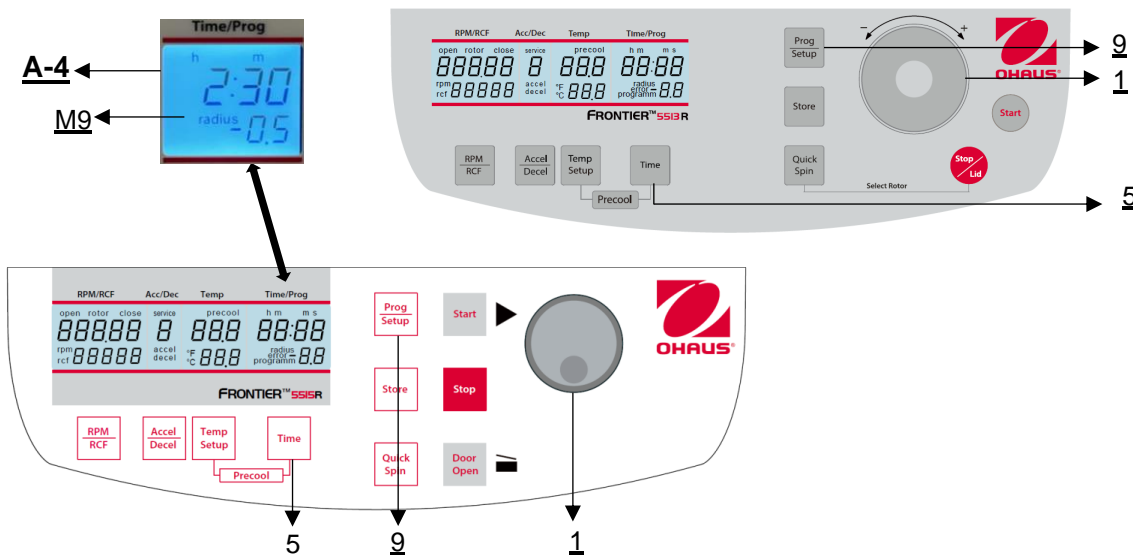

Figura 17
Per prima cosa, chiudere il coperchio della centrifuga, quindi premere contemporaneamente il tasto **"Tempo"** (5) e il tasto **"Prog/Setup"** (9) e tenerli premuti (**vedere Figura 17**).